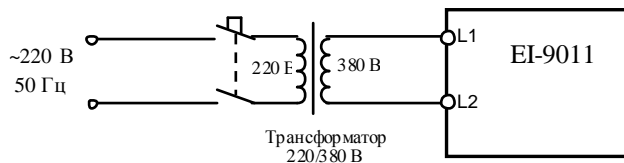

Рис. 4.13. Подключение ПЧ к электросети 1Ф ~220 В через трансформатор 220/380
4.8.1. Подключить преобразователь **EI-9011-001H...007H** к электросети 3Ф ~380 В (или к электросети 1Ф ~220 В через трансформатор 220/380 В, как показано на рис. 4.13).
4.10.1. Подключить три лампы (~220 В, 40-100 Вт), соединённые по схеме «Звезда» к выходным клеммам U, V, W преобразователя частоты. Подать питание ~380 В 3Ф (или ~220 В 1Ф через трансформатор 220/380 В (см. рис. 4.13)).